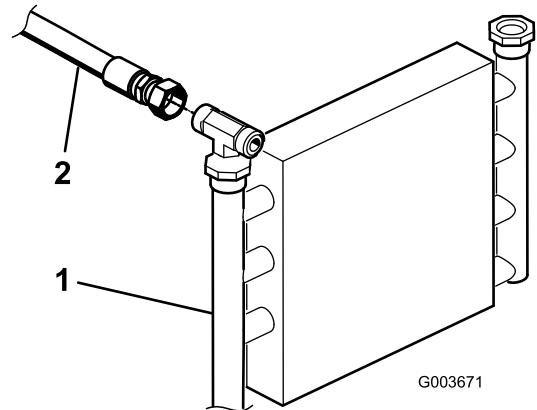

Bild 13
1. Finden Sie den Hydraulikschlauch, der den Ölkühler mit dem bestehenden Hubventil verbindet (Bild 13). Nehmen Sie die Befestigungen und die Schlauchklemme ab und befestigen Sie die Hydraulikschläuche am Rahmen.
2. Schließen Sie den Hydraulikschlauch ab, der den Ölkühler mit dem bestehenden Hubventil verbindet, und nehmen Sie ihn ab (Bild 13).